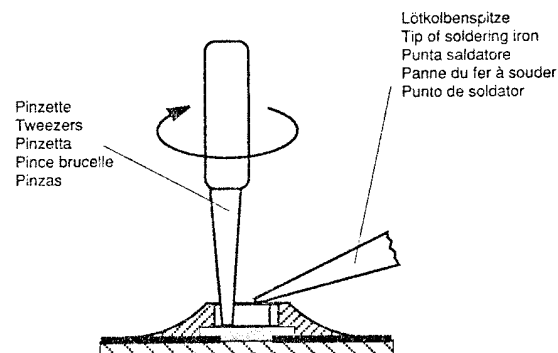

Fig. 2
2. step: Warm up the ends of the CHIP or the whole CHIP component and remove the CHIP from the adhesive by turning it without application of force so that the tracks beneath the CHIP do not break (Fig. 2).
2. Chauffer légèrement les contacts externes du composant CMS ou le composant lui-même. Retirer ce dernier avec précaution en le tournant afin d'éviter un arrachement des circuits imprimés situés sous le composant (Fig. 2).
- Segundo paso: Calentar los extremos o todo el CHIP y girarlo con las pinzas. No hacer fuerza para que la placa de circuito impreso no resulte dañada. Cuidar de que las pistas situadas debajo del CHIP no se suelten de la placa, ya que éstas también están pegadas (Fig. 2).